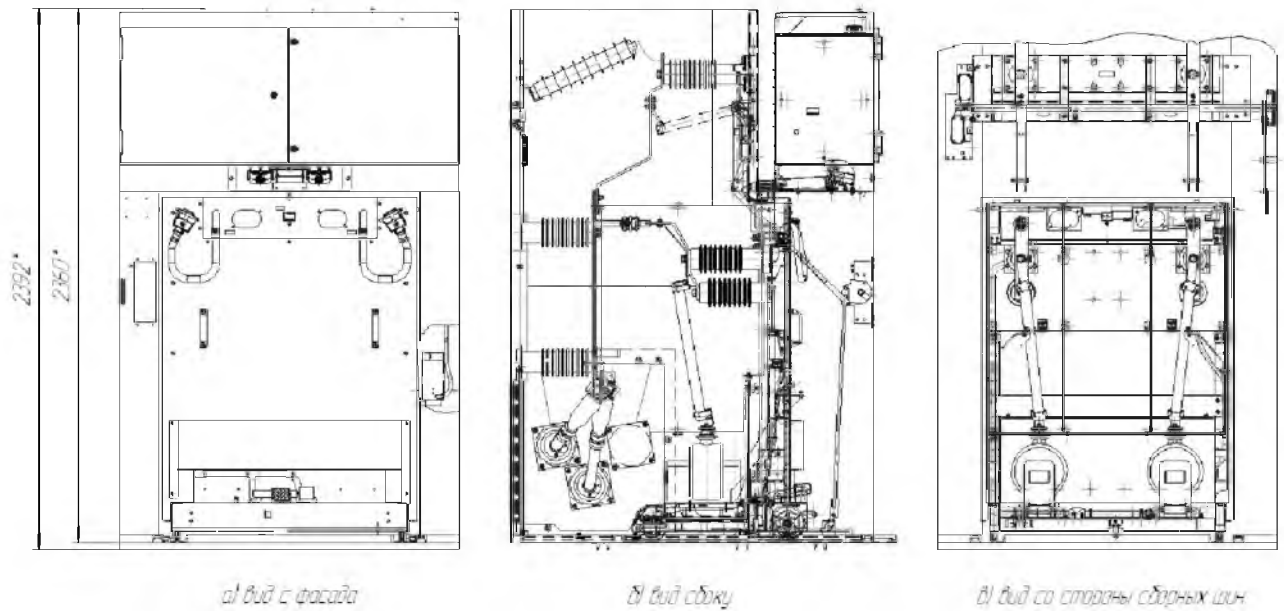

Рисунок 5 - Шкаф двух однофазных трансформаторов напряжения
- шкаф двух однофазных трансформаторов напряжения, их предохранителей и ОПН; (см. рисунок 5);